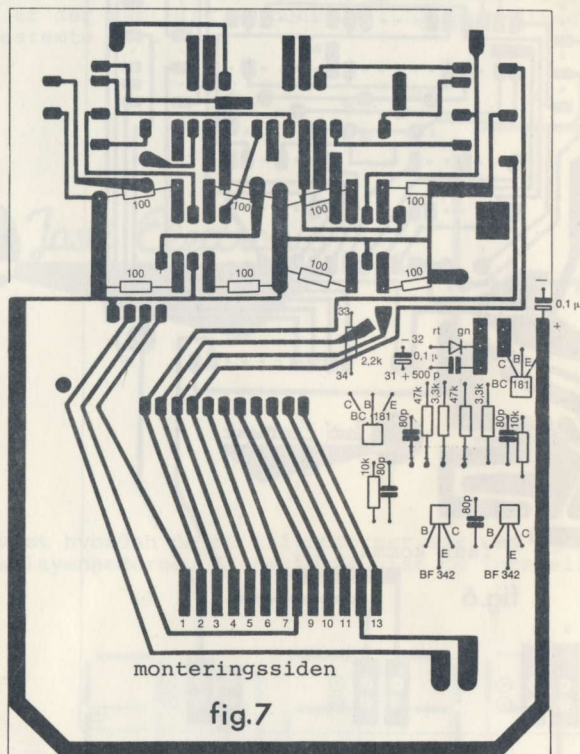

fig.7
- 3) De to tantalkondensatorer monteres med plus den rigtige vej, efter Fig. 7, og de fire transistorer indmonteres efter Fig 7 og Fig.10. NB: På BF 342 er emitter i midten.
- 4) Modstandene og de sidste kondensatorer monteres efter Fig. 7.
- 13) Den anden ende af kablet loddes til monteringssiden af hovedprintet efter fig. 7 og 11, bemærk at 1 kommer til 1 og 2 til 2 o.s.v.